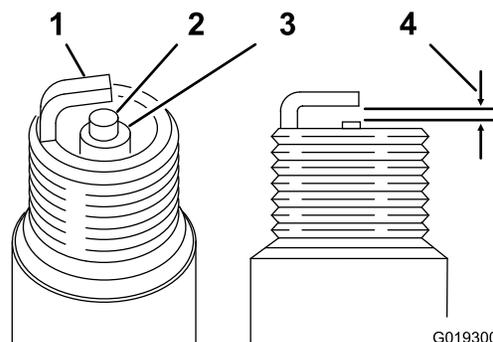

Рисунок 29
3. Отрегулируйте воздушный зазор. Он должен составлять от 0,70 до 0,80 мм (Рисунок 29).